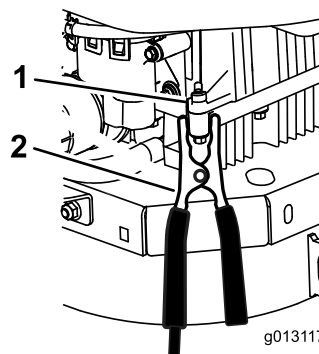

Figura 61
6. Haga la conexión final al bloque motor del vehículo que no arranca (**NO** al borne negativo de la batería) en un punto alejado de la batería, y apártese (Figura 61).